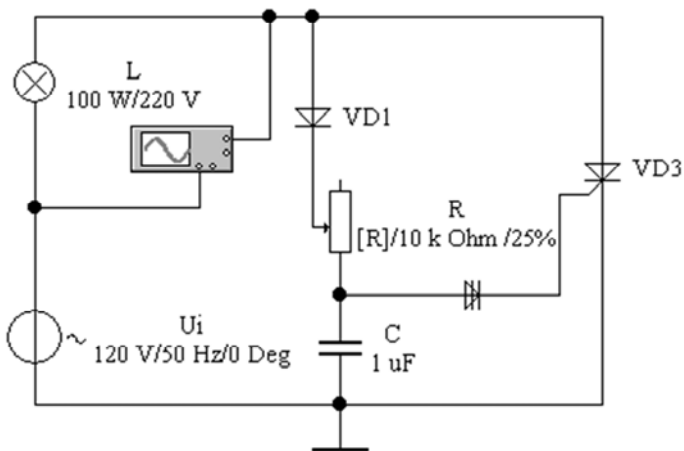
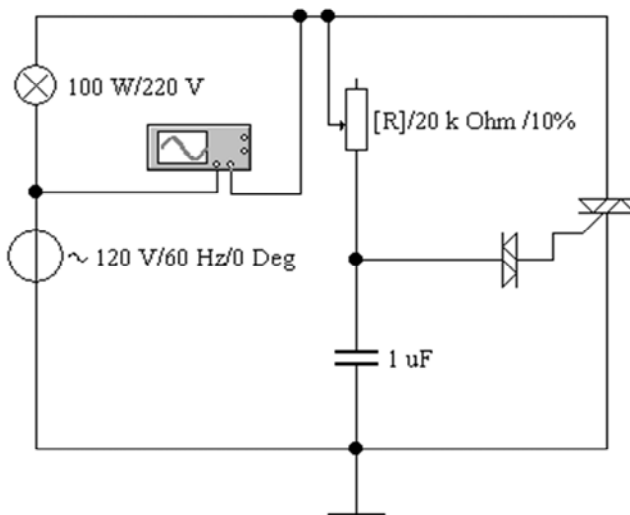

Рис. 18.6. Однополупериодная схема с фазовым управлением
Рис. 18.7. Двухполупериодная схема с фазовым управлением
2. Исследование управляемых выпрямителей. Рассмотреть работу однополупериодной (файл **rec\_a1.ewb**, рис. 18.6) и двухполупериодной (файл **rec\_a2.ewb**, рис. 18.7) схем с фазовым управлением.